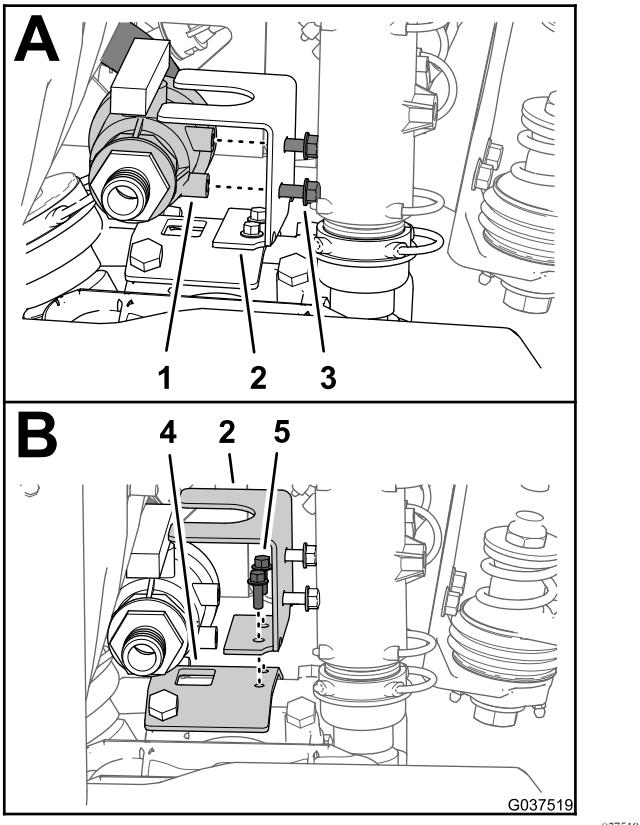

Figura 34
- Na parte superior da bomba de pulverização, retire os dois parafusos de cabeça flangeada (5/16 x 3/4 pol.) que prendem a válvula de aceleração da agitação ao suporte da válvula do acelerador (Figura 34).
- Retire os dois parafusos de cabeça flangeada (1/4 x 3/4 pol.) que prendem o suporte da válvula de aceleração ao suporte da bomba do pulverizador e retire o suporte da máquina (Figura 34).